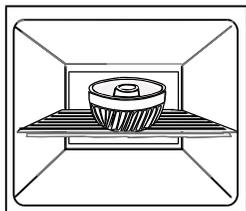

Рис.17
- формы для выпечки и мясных блюд нужно ставить на середину решетки (рис. 17 и 18),